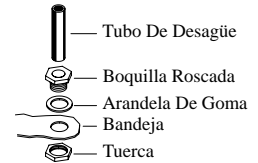

Fig. 5
• **Instale el montaje de desagüe.** Quite la tuerca y pase la boquilla por el agujero de la bandeja, colocando la arandela de goma entre la bandeja y la cabeza de la boquilla (véase fig. 5). Coloque la tuerca en la boquilla y atornillela hasta que quede apretada contra la parte inferior de la bandeja. Inserte el tubo de desagüe en la boquilla para retener el agua. El tubo de desagüe se puede quitar para desaguar el agua de la bandeja cuando sea necesario. Se puede conectar una manguera de jardín a la boquilla para desaguar el agua hacia otra parte.